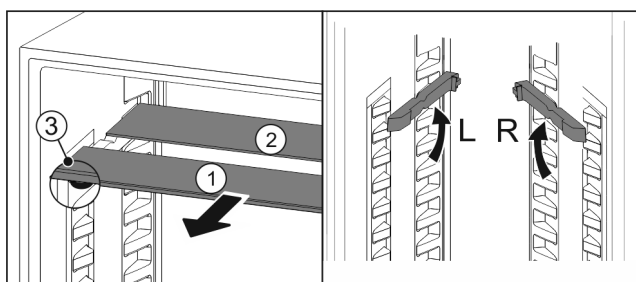

Fig. 85
- Dra ut Fig. 85 (1) glashyllorna framåt en i taget.
- ▷ Glashyllan Fig. 85 (1) med dekorlistan ligger längst fram.
- ▷ Stoppklackarna Fig. 85 (3) är vända nedåt.